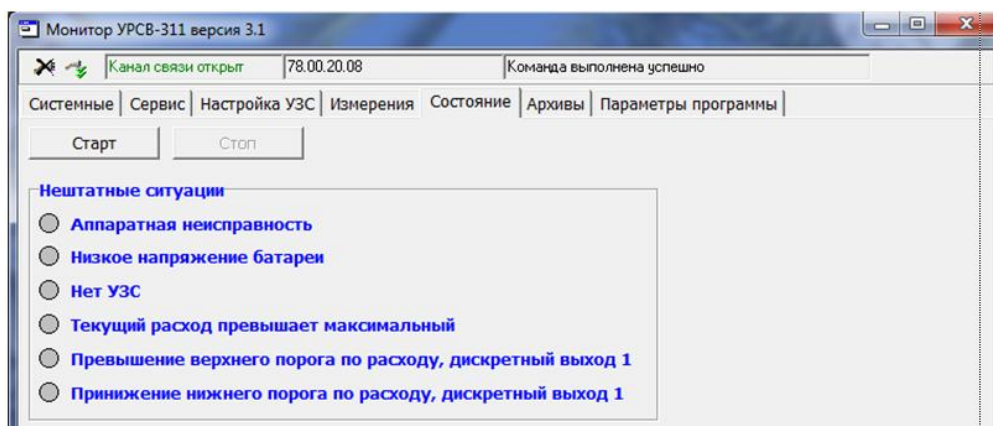

Рис.12. Вид вкладки «Состояние» приложения «Монитор УРСВ-311».
4.1.5. Текущее состояние расходомера (наличие / отсутствие нештатных ситуаций) индицируется на вкладке «Состояние» после нажатия на кнопку «Старт» (рис.12).